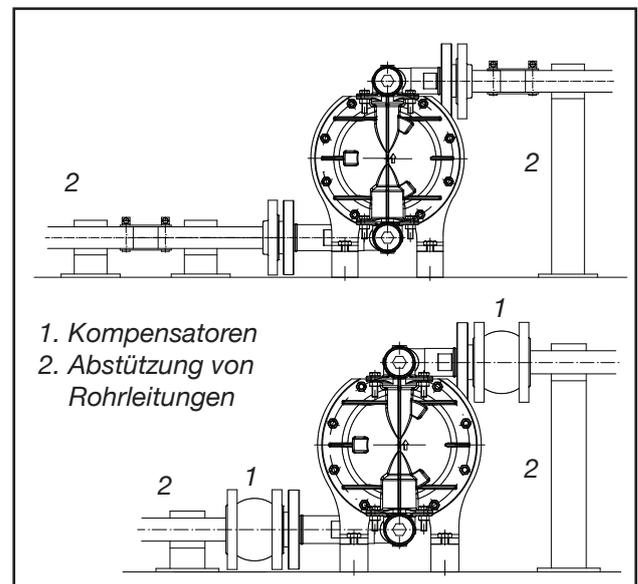

Abb. 3: Aufstellvorschlag für Membranpumpe
**Es wird empfohlen, saug- und druckseitig an der Pumpe einen flexiblen, form- und druckstabilen Schlauch oder einen (Abb. 3) Kompensator anzubringen. Er vermeidet die Übertragung von Pulsationsstößen in die Pumpe.**